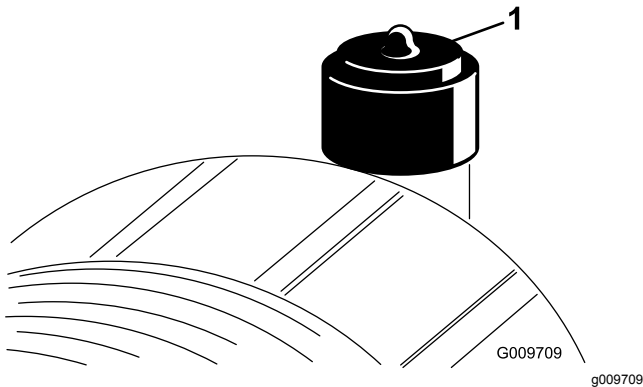

Bild 49
Warten Sie den Luftfilter nur, wenn die Wartungsanzeige dies angibt (**Bild 49**). Das frühzeitige Auswechseln des Luftfilters erhöht nur die Gefahr, dass Schmutz in den Motor gelangt, wenn Sie den Filter entfernen.
10. Stellen Sie die Anzeige (Bild 49) zurück, wenn sie auf Rot steht.